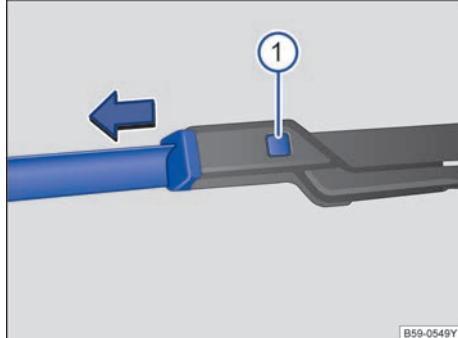

图 122 更换风窗刮水器刮片
- 按住分离按钮⇒图 122 ① 同时沿图示箭头方向拉出刮水片。